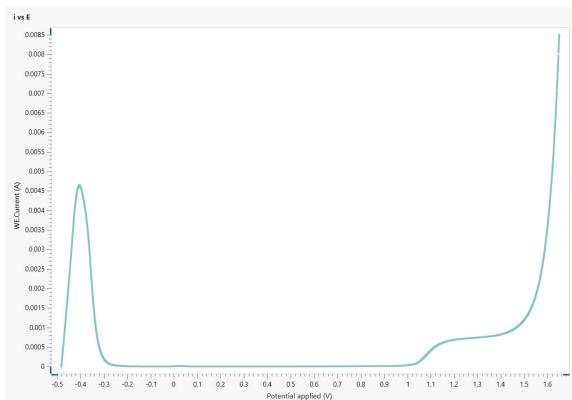

Abbildung 1. Das Diagramm I vs E für die korrodierende Edelstahlprobe in 0,5 mol/L Schwefelsäurelösung.
Das Diagramm Strom (I) vs. Potential (E) ist in Abbildung 1 dargestellt.